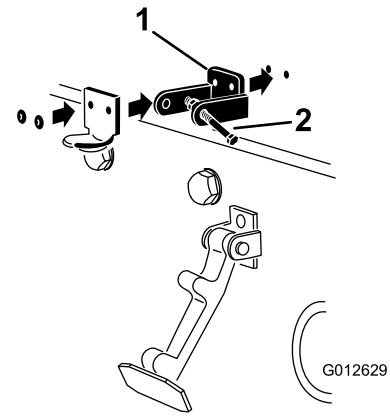

图 5
4. 对准安装孔的同时将 CE 锁定支架和机罩门锁支架放到机罩上 (图 5)。
6. 用铆钉将支架和垫圈铆定到机罩 (图 5)。